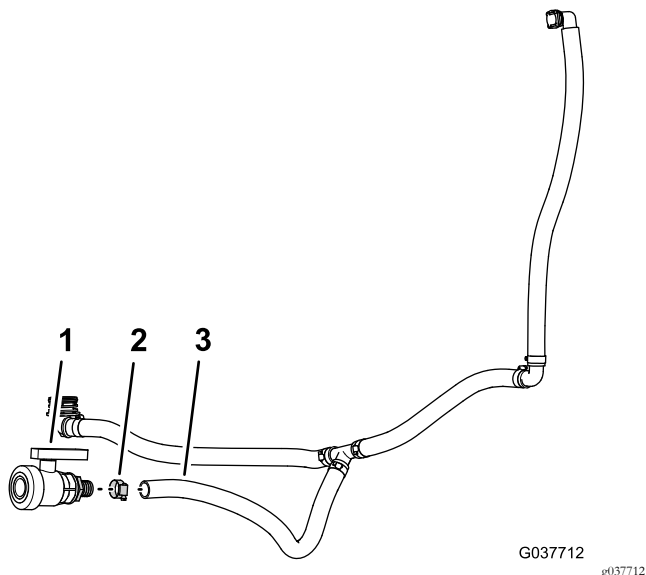

Figura 73
1. Montate il raccordo dentellato della valvola di spurgo che avete rimosso al passaggio 6 di 5 Rimozione dei componenti di bypass, spurgo e agitatore (pagina 15) sul flessibile di spurgo - 104 cm (41 poll.) del gruppo flessibile di bypass e di spurgo (Figura 73).
2. Fissate la valvola di spurgo al flessibile con la fascetta stringitubo (Figura 73) che avete rimosso al passaggio 6 di 5 Rimozione dei componenti di bypass, spurgo e agitatore (pagina 15).